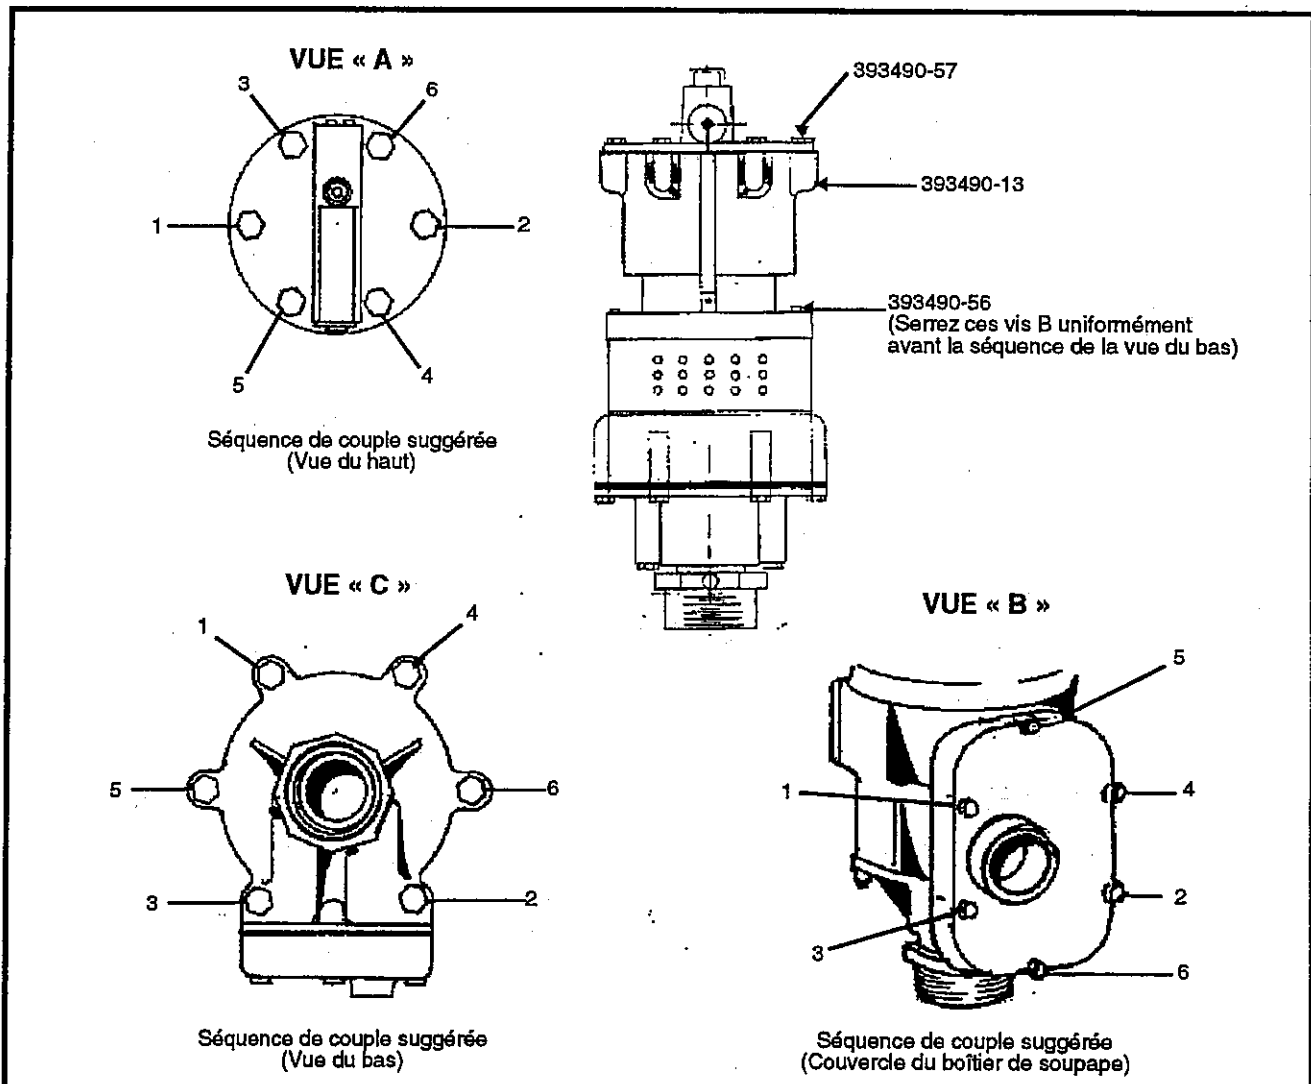

Figure 5 : Séquences de couple de la pompe
5. Enlevez six vis 393490-57 (Figure 5) qui fixent le boîtier du distributeur à tiroir 393490-1 et le joint d'étanchéité 393490-12 au boîtier du moteur pneumatique 393490-13. Enlevez le boîtier et le joint d'étanchéité.
REMARQUE : Les vis doivent être serrées uniformément puis serrées au couple en succession au moment du réassemblage pour obtenir une étanchéité adéquate avec le joint d'étanchéité (Figure 5, vue A).
REMARQUE : Les vis doivent être serrées uniformément puis serrées au couple en succession au moment du réassemblage pour obtenir une étanchéité adéquate avec le joint d'étanchéité (Figure 5, vue B).
REMARQUE : Les vis doivent être serrées uniformément puis serrées au couple en succession au moment du réassemblage pour obtenir une étanchéité adéquate avec le joint d'étanchéité (Figure 5, vue C).
8. Enlevez 8 vis 393490-56 qui fixent le boîtier du moteur pneumatique 393490-13 au boîtier de pompe supérieur (Figure 5).
- Pour la succession de couple suggérée, consultez les étapes 5 à 7 et la Figure 5.